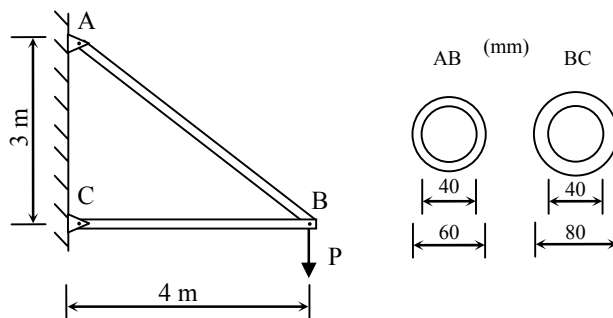

Figure 4
4. The steel bars AB and BC of the frame illustrated in Figure 4 are pin-connected at their ends. Bar AB has a circular tubular cross-section, with an outer diameter of 60 mm and an inner diameter of 40 mm. Bar BC has also a circular tubular cross-section, with an outer diameter of 80 mm and an inner diameter of 40 mm. Calculate the allowable load P that can be applied
4. Les barres en acier AB et BC de la ferme illustrée à la Fig.4 sont attachées avec des rotules à leurs extrémités. La barre AB a une section circulaire tubulaire avec un diamètre extérieur de 60 mm et un diamètre intérieur de 40 mm. La barre BC a aussi une section circulaire tubulaire avec un diamètre extérieur de 80 mm et un diamètre intérieur de 40 mm. Calculez la charge permise P qu'on peut appliquer à B. Utilisez les facteurs de sécurité $n_{cr} = 2.5$ pour le flambement et $n_y = 3$ pour l'écoulement. $E = 210 \text{ GPa}$, $\sigma_y = 360 \text{ MPa}$. (25 points)